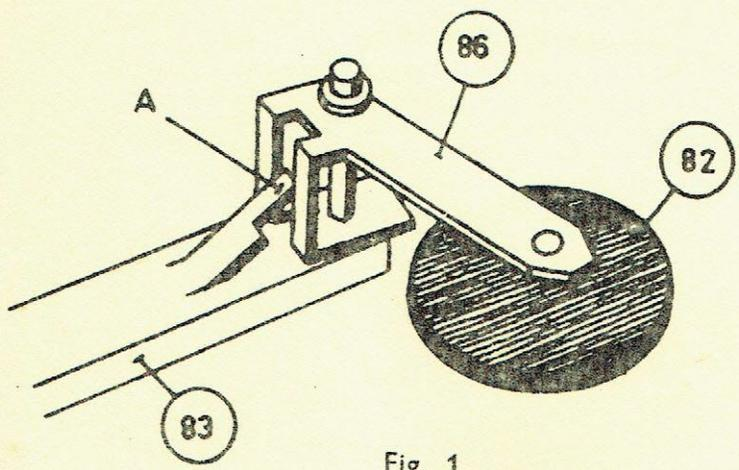

Fig. 1
1) Pour simplifier le réglage de la roue intermédiaire (position 82), l'étrier (position 83) a été modifié conformément à la figure 1.